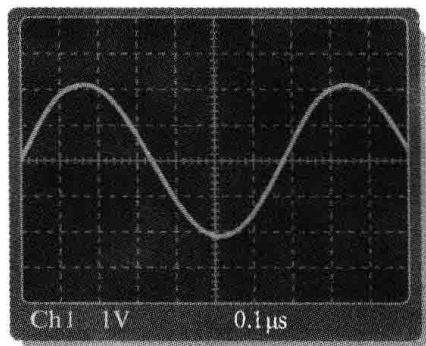

图 8-81
42. 试确定图 8-81 中屏幕显示的正弦波的有效值和频率，水平轴为 0V。